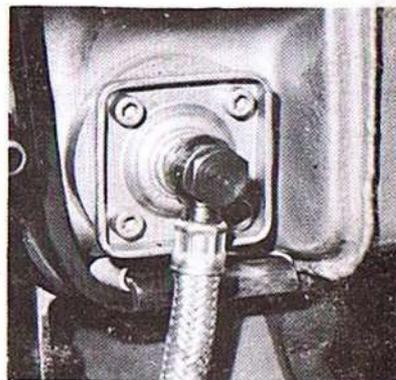

fig 1
- Extraire le filtre du réservoir en dévissant les 4 vis (fig. 1).